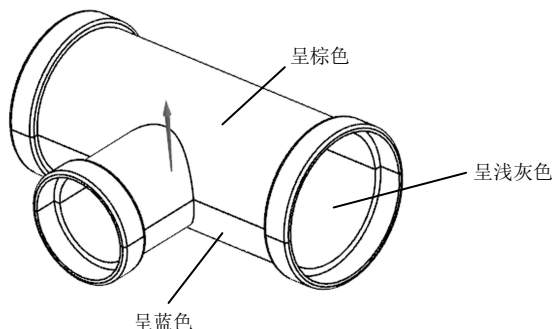

图 6-11 曲面分成 3 种颜色
(18) 重新单击“检查区域”按钮，在【检查区域】对话框中的“计算”选项中，对“指定脱模方向”选择“YC ↑”。单击“☒ 保持现有的”复选框，再单击“计算”按钮.
(19) 在【检查区域】对话框中选中“区域”选项，选中“☒ 型腔区域”复选框，单击“设置区域颜色”按钮。曲面分为 3 种颜色，棕色（型腔）、蓝色（型芯）和浅灰色，如图 6-11 所示。